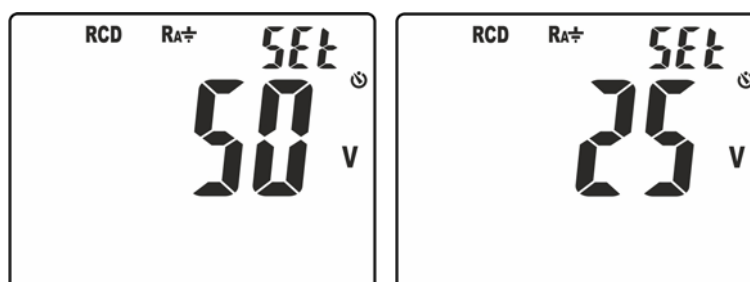

Fig. 5: Configuración límite sobre la tensión de contacto
2. Manteniendo pulsada la tecla **▼/⚡** encienda el instrumento girando el selector. La pantalla de Fig. 5 – parte izquierda aparece en el visualizador con el símbolo “Set” parpadeante